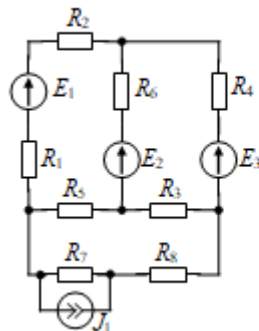

Рис. 1. Схема цепи
Задача 1. Для заданной электрической цепи (рис. 1) по заданным значениям сопротивлений, источников ЭДС и источников тока выполнить:
1. Для электрической цепи, схема которой изображена на рис. 1, составить систему уравнений по первому и второму законам Кирхгофа, необходимых для определения токов во всех ветвях.
2. Для электрической цепи (см. рис. 1) определить токи во всех ветвях цепи методом контурных токов. Данные для расчета: $E_1=55\text{В}, E_2=25\text{В}, E_3=4\text{В}, J_1=1\text{А}, R_1=8\text{Ом}, R_2=4\text{Ом}, R_3=4\text{Ом}, R_4=12\text{Ом}, R_5=4\text{Ом}, R_6=10\text{Ом}, R_7=3\text{Ом}, R_8=10\text{Ом}.$